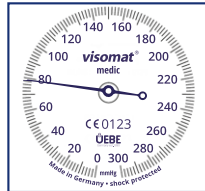

Bild 2
- Hören Sie auf das rhythmische Klopfen in Ihrem Stethoskop. Beim Verschwinden der Töne bzw. beim letzten hörbaren Ton lesen Sie den diastolischen Blutdruckwert auf der Skala ab und merken sich diesen ebenfalls (Bild 2).